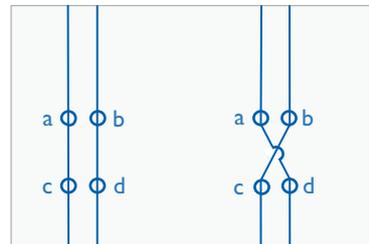

Bild 3. Kreuzschalter
- vier Anschlüsse: ,a', ,b', ,c' und ,d' – siehe Bild 3
- parallel: Anschluss ,a' ist mit Anschluss ,c' und Anschluss ,b' ist mit Anschluss ,d' verbunden – siehe linke Seite von Bild 3
- gekreuzt: Anschluss ,a' ist mit Anschluss ,d' und Anschluss ,b' ist mit Anschluss ,c' verbunden – siehe rechte Seite von Bild 3